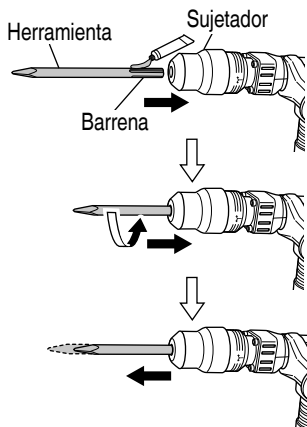

Fig. 7
- (1) Limpiar y engrasar la espiga con la grasa o aceite de máquina.
(2) Para fijar la herramienta (espiga SDS max), insértela en el orificio hasta que entre en contacto con el extremo interior del mismo, como se muestra en la Fig. 7. Si continúa girando la herramienta con una ligera presión, podrá sentir un punto en el que note un obstáculo. En tal punto, tire del mango lateral en el sentido de la marca de flecha e inserte la herramienta completamente hasta que entre en contacto con el extremo interior.
- (2) Suelte la empuñadura (B), gire la herramienta, y cerciórese de que haya quedado completamente bloqueada.
9. Extracción de la herramienta. Tal como se muestra en la Fig. 7, tire de la empuñadura y extraiga la herramienta.